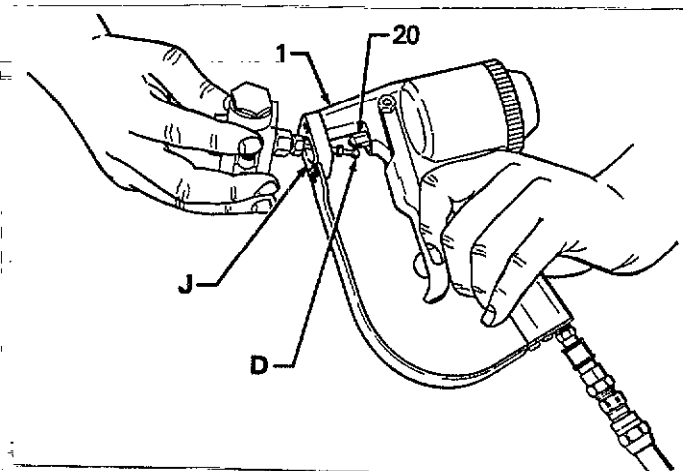

Fig 7
- 9) Guiar la aguja en el conjunto boquilla dentro de la abertura delantera (J) del cuerpo de pistola (1). El vástago del pistón (20) posee un alojamiento lateral que se debe dirigir hacia abajo. Hacer bascular el conjunto boquilla hacia arriba y hacer pivotar la bola de la aguja (D) dentro del alojamiento del vástago de pistón. Ver Fig. 7.
- 10) Empujar el conjunto boquilla hacia el interior de la abertura (J) hasta que la parte trasera del conjunto se apoye sobre el cuerpo de la pistola. Ver Fig. 7.